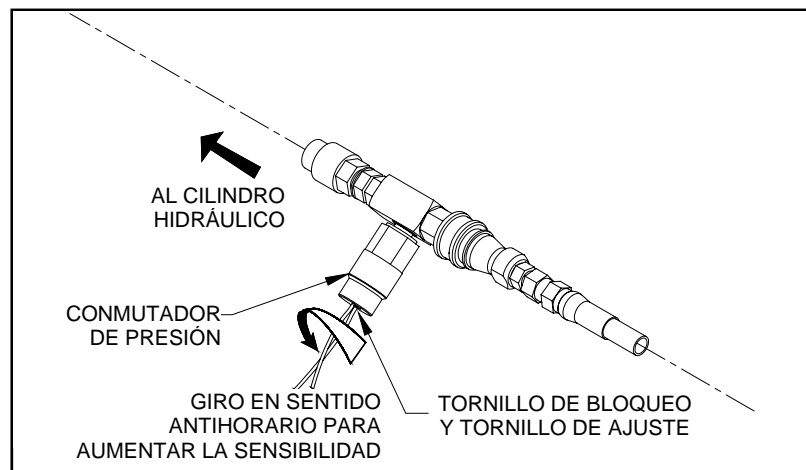

FIGURA 2-6: CONMUTADOR DE PRESIÓN ANTIRREPLEGADO
- a. Consulte la **Figura 2-6**. El tornillo de ajuste del conmutador de presión está situado en la parte superior del cuerpo, entre los dos hilos conductores. Por encima de este tornillo de ajuste hay un tornillo fijador de bloqueo que debe retirarse para llevar a cabo los ajustes del conmutador de presión.